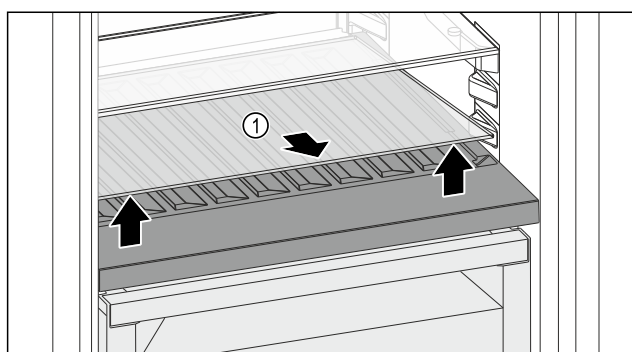

Fig. 188
- Sollevare il ripiano di vetro Fig. 188 (1) dall'incavo anteriore e rimuoverlo.
- Conservare il ripiano di vetro Fig. 188 (1) fuori dall'apparecchio in un luogo sicuro.
- Inserire il ripiano di vetro (2) sotto il vano bottiglie variabile.